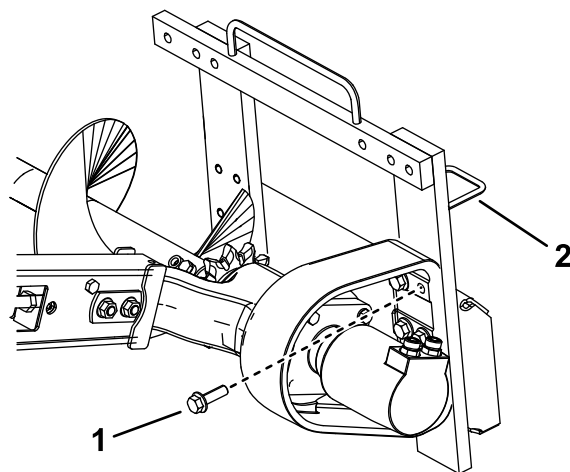

Figure 7
3. Retirez les 6 boulons qui fixent la tête de la trancheuse au bâti (Figure 7).
- Transférez les flexibles situés dans le guide en haut de la trancheuse au guide situé sur le côté gauche (Figure 7).